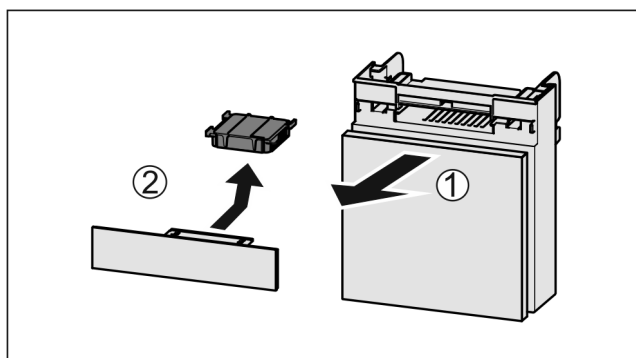

Fig. 96
- Fach nach vorne herausziehen Fig. 96 (1).
- Aktivkohlefilter entnehmen Fig. 96 (2).